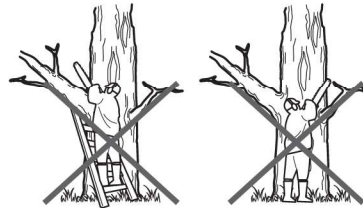

Fig. 31
- > Não opere o produto com os braços completamente esticados, nem tente serrar em zonas de difícil acesso ou em cima de uma escada. Nunca use o produto acima da altura do ombro. (Fig. 31).